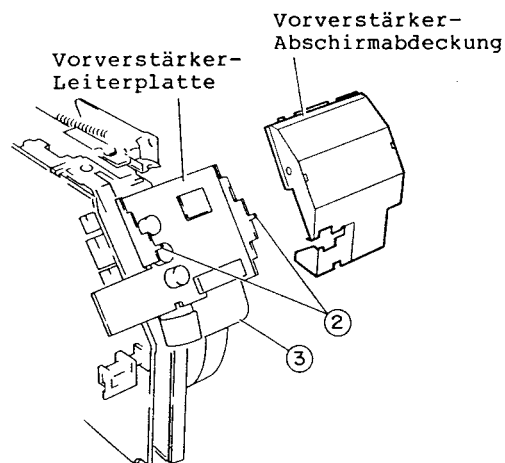

Abb. 2-32
2. Zwei (2) Laschen freigeben und die Vorverstärker-Abschirmabdeckung entfernen (siehe Abb. 2-32).
2. Die Vorverstärker-Leiterplatte entfernen (siehe Abb. 2-32, 2-33).